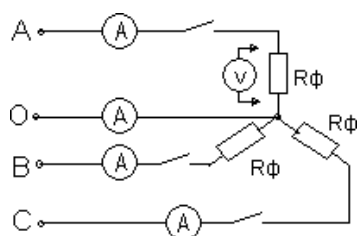

Рисунок 4
Для неодинаковых по величине или характеру (активное и реактивное) сопротивлений в каждой фазе эта схема даёт неодинаковое распределение напряжений между отдельными потребителями. На потребителе с большим электросопротивлением (меньшей мощностью) будет больше напряжение (перенапряжение). Данная схема требует одновременного включения и отключения потребителей в каждой из трёх фаз. Звезда с нулевым проводом (рисунок 4) является наиболее распространённой схемой включения трёхфазных потребителей.
2. Собрать электрическую цепь по схеме рис.4. Произвести измерения токов и напряжений при равномерной, неравномерной нагрузке, обрыве фазы.